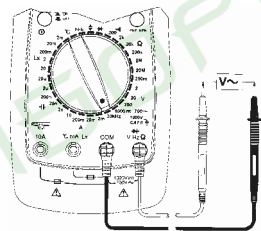

Рисунок 10
- (1) Вставьте штекер черного щупа в гнездо **COM**, а красного в гнездо **Hz**.
- (2) Установите поворотный переключатель в положение 20kHz. Подключите щупы, как показано на рис. 10.
- (3) Если на дисплее Вы увидите только символ "0L", это означает состояние перегрузки.
- (4) Прочитайте на ЖК-дисплее показание результата измерения.